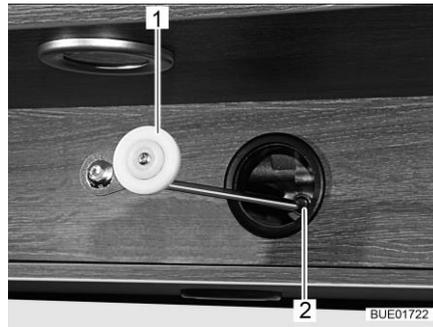

Fig. 142 Commande mécanique, entraînement
- Insérer la manivelle (Fig. 142,1) ou la clé mâle coudée pour vis à six pans creux dans la réception sur le moteur (Fig. 142,2).